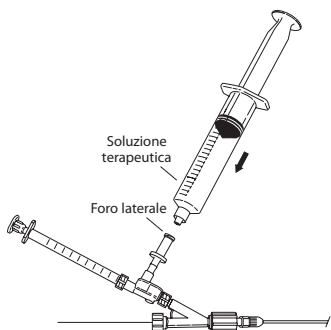

Fig. 7
9. Per avviare la procedura per la somministrazione desiderata di soluzione terapeutica, rimuovere la siringa da 20 mL contenente soluzione fisiologica eparinata e lasciare una goccia di soluzione sul raccordo laterale. Prima di collegare al raccordo laterale un'altra siringa piena di fluido, verificare che tutte le bolle d'aria siano state eliminate. Ricollegare una siringa piena di soluzione terapeutica. (Fig. 7)